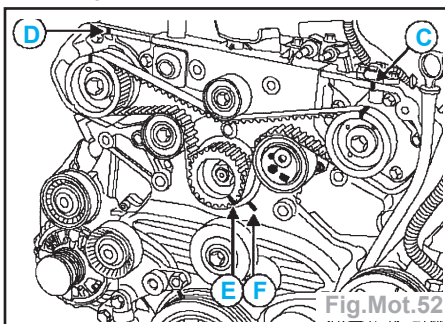

Fig.Mot.52
- Le repère LH de l'arbre à cames du banc avant doit être aligné avec le repère (C) (Fig.Mot.52).